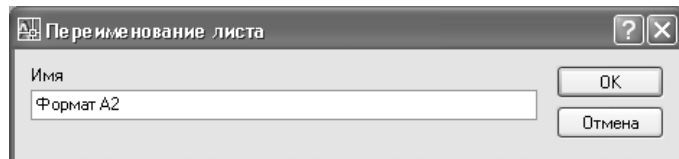

Рис. 13.17 ▼ Диалоговое окно **Переименование листа** (Rename Layout)
- Прежде, чем приступить к собственно созданию новой компоновки, давайте переименуем имеющийся лист компоновки **Лист1** (Layout1). Щелкните на ярлычке этого листа *правой* кнопкой мыши и выберите из появившегося меню команду **Переименовать** (Rename). В строке **Имя** (Name) открывшегося окна **Переименование листа** (Rename Layout) введите новое имя листа компоновки, например **Формат А2** (рис. 13.17), а затем щелкните на кнопке **ОК**.